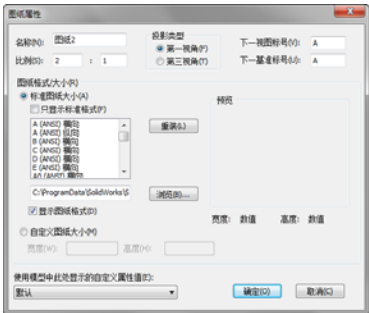

图 9-5 [图纸属性]对话框
- 7. 在弹出的 [图纸属性] 对话框 (图 9-5) 中进行如下设定：